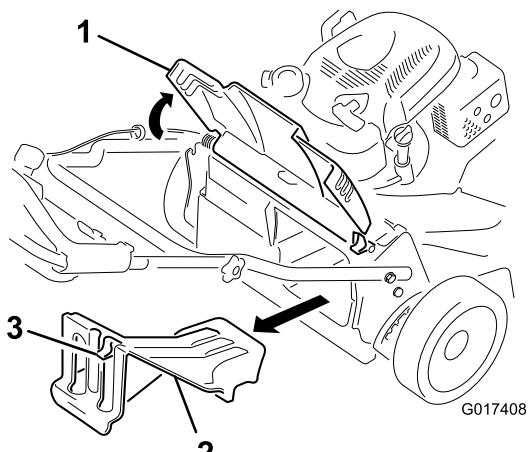

Figure 25
- Soulevez le déflecteur arrière et gardez-le dans cette position (Figure 25).
- Retirez l'obturateur d'éjection arrière en appuyant sur le verrou avec le pouce et en tirant l'obturateur hors de la machine (Figure 25).